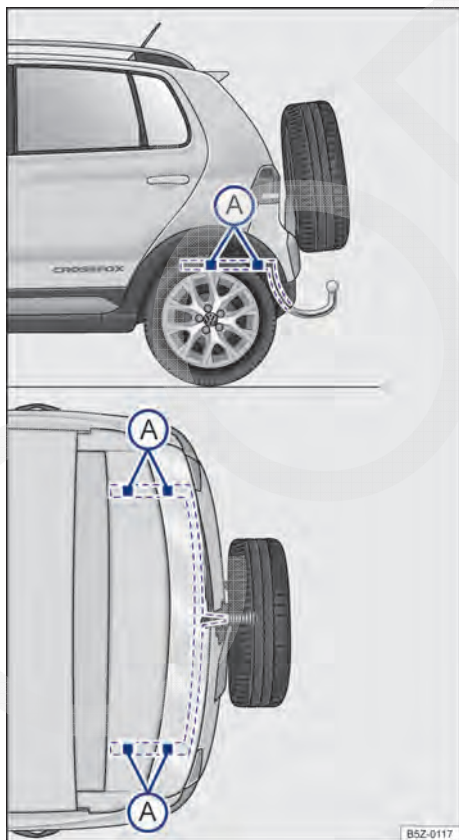

Fig. 78 Pontos de fixação para instalar um dispositivo de reboque posteriormente.
A figura → **Fig. 78** ilustra, como exemplo, o ponto de fixação para instalar um dispositivo de reboque do modelo Novo CrossFox.
A montagem posterior de um dispositivo de reboque deverá ser efetuada de acordo com as instruções do respectivo fabricante do engate, sempre respeitando os pontos de fixação indicados na → **Fig. 78 (A)**.